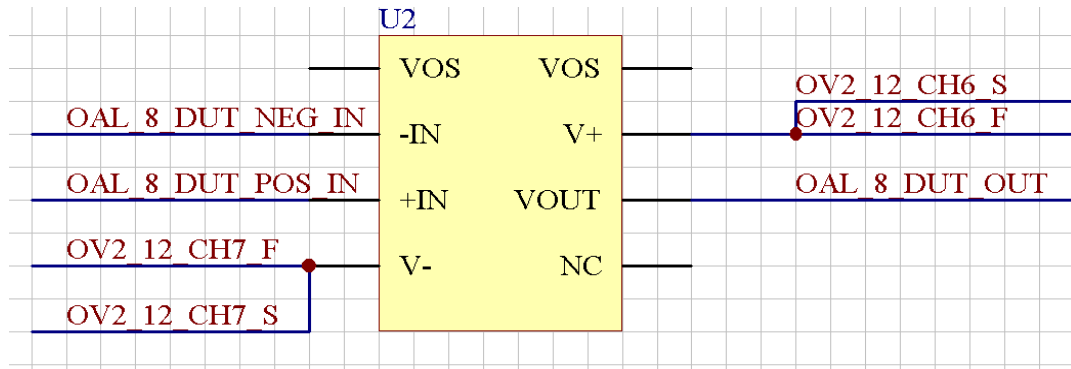

图 6.1 DOAL 测试线路图
(1) 示例线路如下图 6.1:
如上图 6.1 所示，本测试案例是测量单运放 op07，故以 doal 功能板（doal 有 ch0 与 ch1 两个运放环路）的 ch0 环路为例进行阐述。